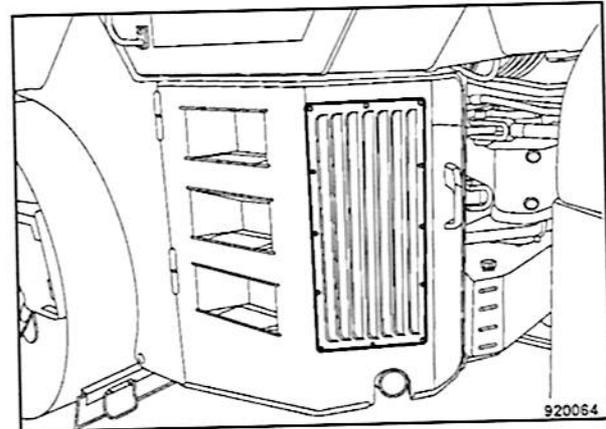

Fig. 100
- Abrir la puerta izquierda de mantenimiento (Fig. 100).